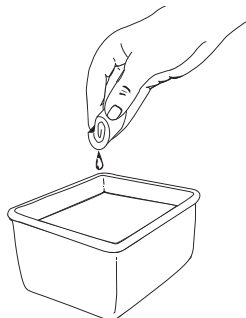

Fig. 46
3. Lavez le filtre dans un mélange d'eau et de détergent (Fig. 46). Rincez le filtre abondamment et laissez-le sécher.